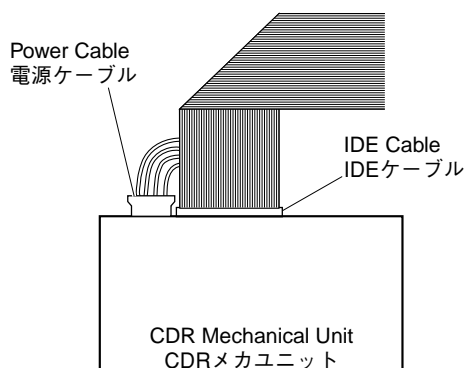

Fig. 2
- Disconnect the Power Cable and IDE Cable from the CDR Mechanical Unit. (Fig. 2)
- CDRメカユニットから電源ケーブル、IDEケーブルを外します。(Fig. 2)
- Connect the Power Cable and IDE Cable to the CDR Mechanical Unit. (Fig. 2)
- CDRメカユニットに電源ケーブル、IDEケーブルを接続します。(Fig. 2)